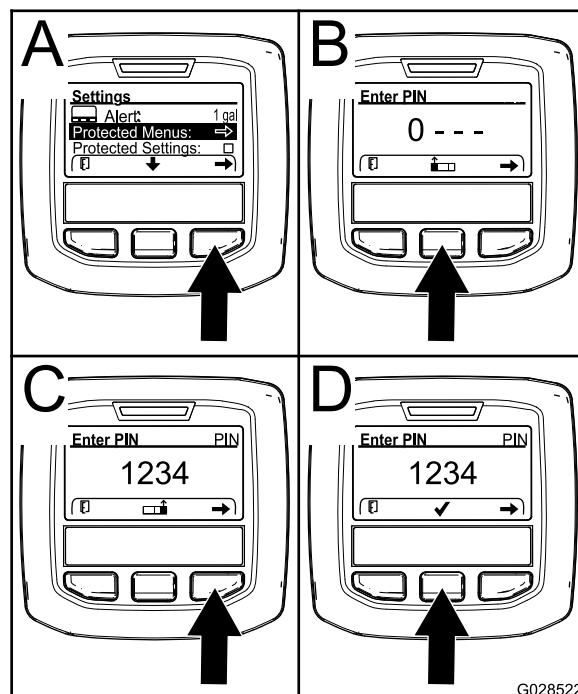

Figure 71
3. Appuyez sur le bouton de sélection droit pour sélectionner les menus protégés (A de Figure 71).
- Appuyez sur le bouton de sélection central (B de Figure 71) pour augmenter la valeur numérique (0 à 9).
- Appuyez sur le bouton de sélection droit (C de Figure 71) pour amener le curseur à la valeur numérique suivante à droite.
Remarque: Une coche s'affiche alors au-dessus du bouton central (D de Figure 71).
- Appuyez sur le bouton de sélection central (D de Figure 71) pour saisir le mot de passe.